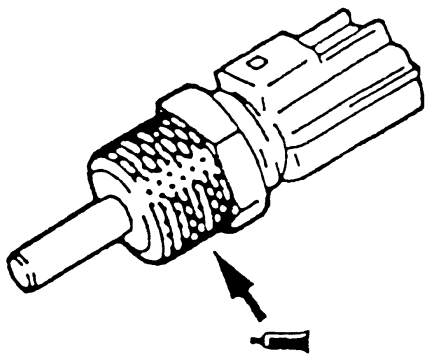

图 3-51 在螺纹部涂抹密封胶
(3) 如果电阻值偏离标准值太多，更换发动机水温传感器。
(4) 如图 3-51 所示，在螺纹部涂抹密封胶（指定密封胶：3M NUT LOCKING PART